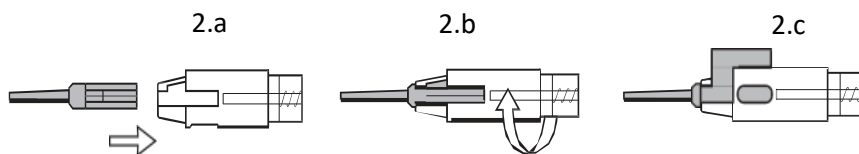

Fig. 2
10. Insira o cartucho fechado na zona de carregamento do corpo do injetor e prenda o cartucho com uma rotação gentil das asas, como demonstrado na Fig. 2.